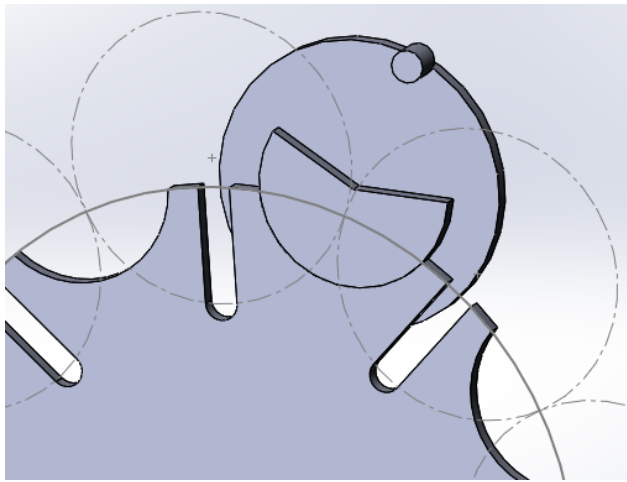

Рис. 6.11. Приблизна орієнтація деталей
2.3. За допомогою команди **Обертати компонент**  поверніть приблизно деталь «Поводок» у положення згідно рис. 6.11.
2.8. За допомогою команди **Обертати компонент**  поверніть приблизно деталь «Поводок» у положення по аналогії з рис. 6.11.